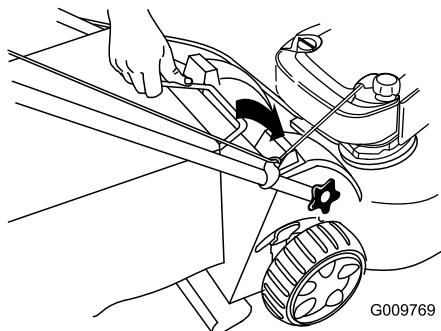

Figur 30
2. För in startsnöret längs den nedre styrningen (Figur 30).